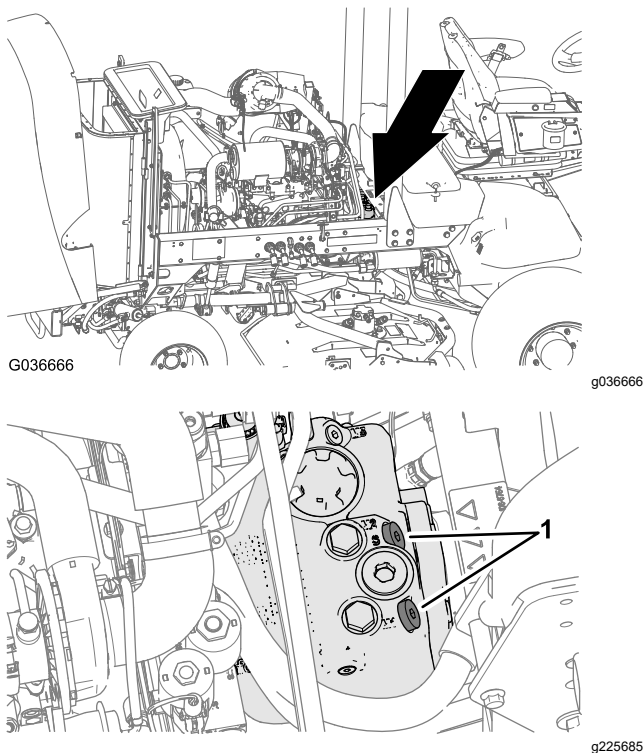

Figura 43
1. Aprite il cofano e individuate le valvole di sfogo (Figura 43) sopra alla pompa, dietro alla cassetta della batteria/al vano portaoggetti.